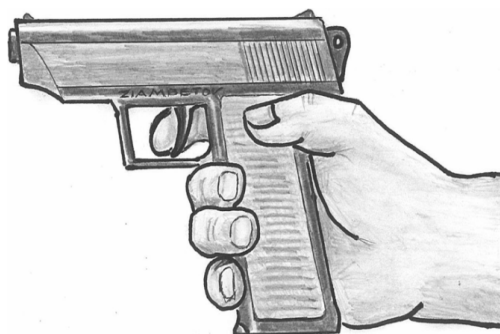

Рис. 54. Положение пистолета в руке
- рукоятку следует удерживать с одинаковым усилием трех пальцев при доминирующем усилии среднего пальца (рис. 54);